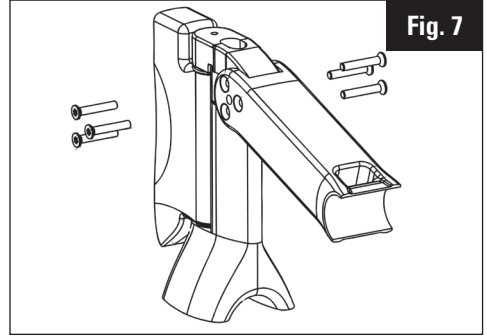

Fig. 7
7. Alinee los orificios de la potencia con los de los conos (Fig. 7).